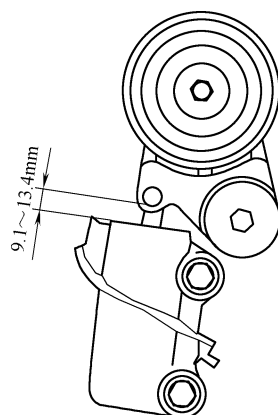

图 28-18 测量张紧器推杆伸出长度
12) 如图 28-18 所示，测量张紧器推杆伸出的长度，规范值应在 9.1 ~ 13.4mm。